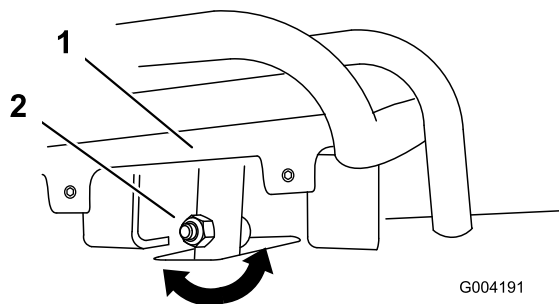
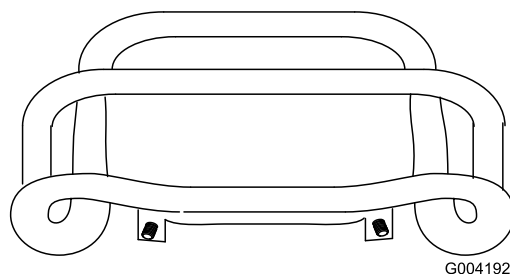

Figure 47
Figure 48
4. Si l'avant de la commande de déplacement n'est pas d'équerre et de niveau avec la barre de référence, desserrez l'écrou et le boulon à embase de la tige de la commande de déplacement (Figure 47).
5. Réglez la commande de déplacement de sorte qu'elle soit de niveau et en appui contre la barre de référence lorsqu'elle est tirée tout droit en arrière (Figure 47 et Figure 48).